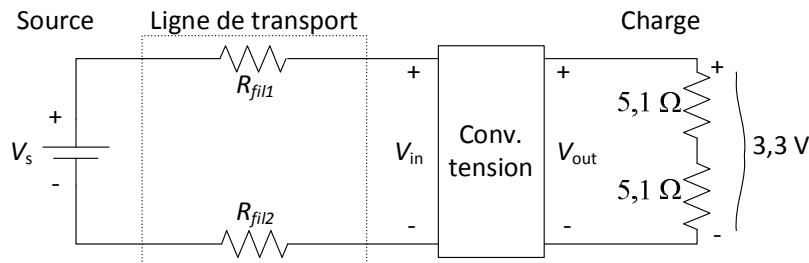

Figure 6 Schéma électrique de la configuration C.
Les configurations précédentes ne permettent pas de modifier la tension de la source, et par conséquent, la tension de la ligne de transport ne peut être augmentée. En ajoutant un convertisseur DC-DC (convertisseur de tension) pour abaisser la tension près de la charge, la tension de la ligne peut être modifiée (figure 6).
- ⑪ Réalisez le montage illustré à la figure 6. Pour chaque valeur de tension de source demandée dans le tableau 2, en lien avec la configuration C, effectuez les deux étapes suivantes.
- ⑫ Branchez le voltmètre à la source et ajustez la tension de la source à la valeur demandée. **Il est important de mesurer la tension de la source à l'aide du voltmètre plutôt que d'utiliser l'afficheur de la source.** Si vous n'arrivez pas à fixer précisément la tension à la valeur demandée, utilisez la valeur indiquée par le voltmètre dans le tableau 2, à la place de la valeur demandée dans la première colonne (par exemple, 12,01 V à la place de 12 V).
- ⑬ Mesurez les différences de potentiel à l'entrée du convertisseur ainsi qu'à la charge. Consignez vos résultats dans le tableau 2. **Vérification** : dans chaque cas, ΔV_{in} devrait être inférieur à ΔV_s , et ΔV_{ch} devrait être situé entre environ 3,25 et 3,31 volts (la tension de sortie du convertisseur ne peut pas être ajustée, et il est possible qu'elle ne soit pas exactement 3,3 V).
- ⑭ **Vérification** : avant de quitter le laboratoire, tracez les graphiques des efficacités η_{trsp} et η_{conv} en fonction de ΔV_s à l'aide d'Excel, afin de vérifier qu'il n'y a pas de point singulier